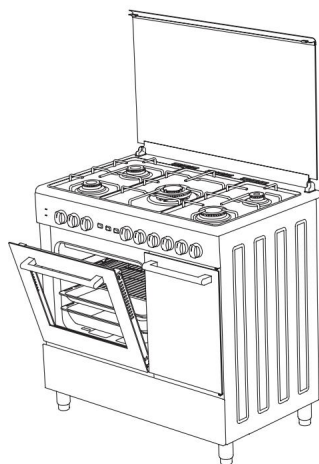

Figura 30
3. Col·loqueu el tauler de seguretat sota el tauler de comandament obrint la tapa frontal del forn de vidre. (figura 30)